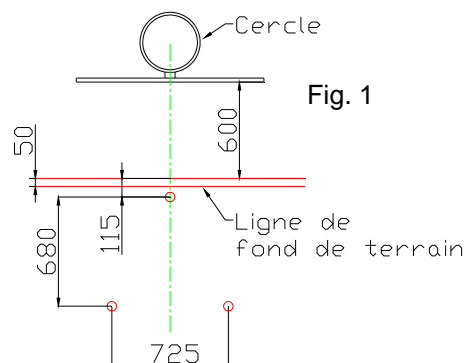

Fig. 1
- . Directement sur la dalle de sol plane, saine et de bonne qualité, d'une épaisseur env. 100mm : fig. 1
- Tracer puis percer 3 trous Ø 15 et profondeur 50 mm dans la dalle ou le massif béton comme indiquer fig. 1 et fixer les chevilles d'ancrage, en respectant précisément les schémas de mise en œuvre ci-dessous. Les chevilles doivent arriver à raz du sol ou 2 à 3 mm en dessous